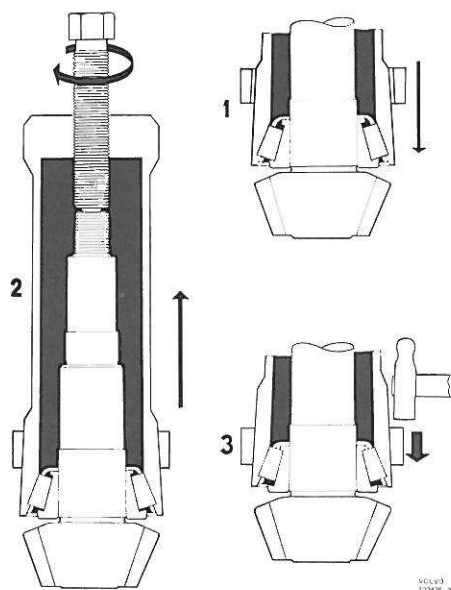
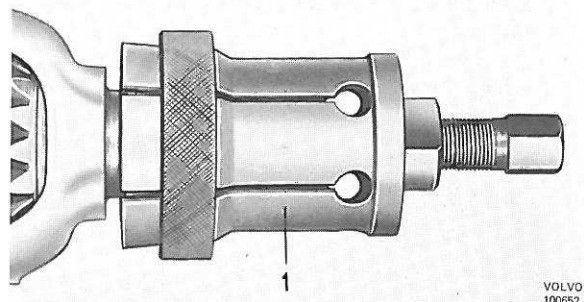

Figure 38. Adaptation de l'extracteur
Figure 40. Démontage des roulements du boîtier de différentiel
Enfoncer l'extracteur sur les rouleaux et faire descendre sa bague de verrouillage. Faire remonter ensuite l'extracteur avec sa vis, jusqu'à ce que les rouleaux s'appuient sur le bord de la bague intérieure du roulement comme sur le bord de l'extracteur. Frapper sur la bague de verrouillage de l'extracteur avec un marteau, voir également figure 38.
3. Extraire les roulements du boîtier de différentiel en se servant de l'extracteur SVO 2567 pour les ponts du type 23 et SVO 2483 pour les autres ponts, voir figure 40. Concernant l'adaptation de l'extracteur, voir également figure 38. Récupérer les cales de réglage.